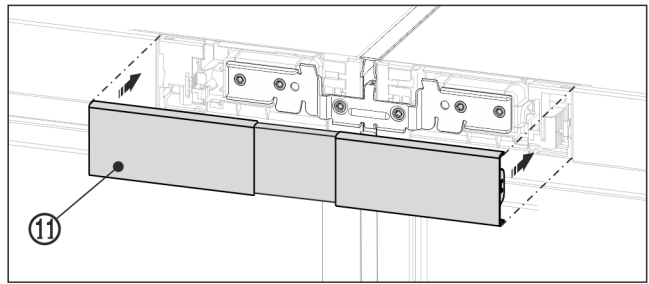

Fig. 24 Примерно изображение
- ▶ Фиксирайте горния капак Fig. 24 (11) върху все още откритото междинно пространство между двете бленди на елементите за управление. Обърнете внимание на това, външните страни на капака да свършват на една линия с блендите на елементите за управление.